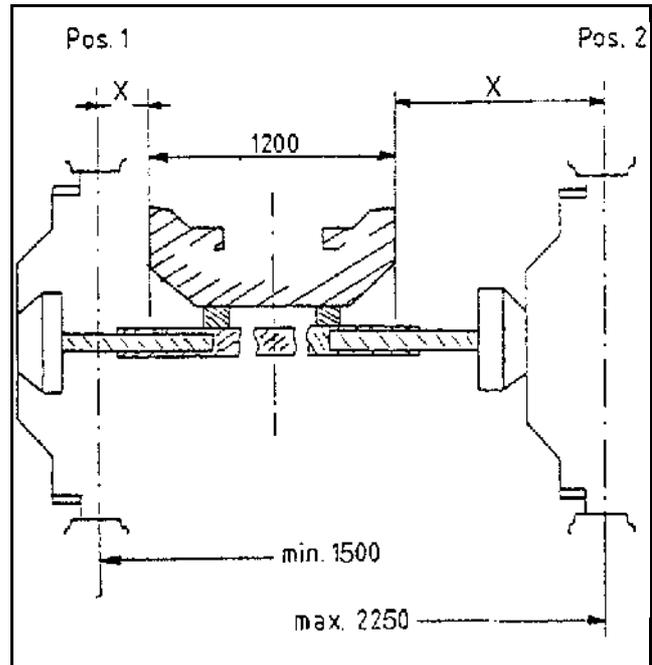

Fig. 4.3
- Sin escalonamientos desde 1.500 mm hasta 1.960 mm para montaje de rueda según posición 1 (Fig. 4.3).
- Sin escalonamientos desde 1.700 mm hasta 2.250 mm para montaje de rueda según posición 2 (Fig. 4.3).
- Deslizar la mitad de eje hacia adentro o bien hacia fuera hasta la posición deseada. Para ello determinar la medida "x" desde el borde exterior del bastidor (Fig. 4.3/1) hasta la mitad de la rueda del rociador, e introducir o bien extraer correspondientemente la mitad de eje.
En el UG 4500 Nova variar la trocha mediante correspondiente montaje de rueda (fig. 4.3):
Posición 2: 2.250 mm (Fig. 4.3)